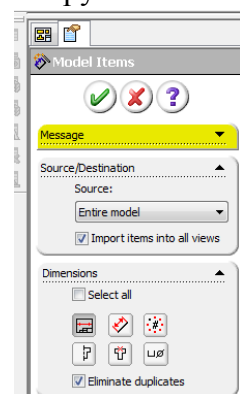

Рис. 8.3.16
11. Перейдіть на панель інструментів **АННОТАЦИИ (Annotation)** і запустіть інструмент  **ЭЛЕМЕНТЫ МОДЕЛИ (Model Items)**. У відкритшомуся вікні **МЕНЕДЖЕРА СВОЙСТВ (Property Manager)** виберіть як джерело **ВСЯ МОДЕЛЬ**, а в наступному знизу вікні **РАЗМЕРЫ (Dimension)** оберіть пункт **ПОМЕЧЕННЫЕ ДЛЯ ЧЕРТЕЖА (Marked for Drawing)** (рис. 8.3.16). Далі імпортуйте розміри, після чого розмістіть їх зручним чином на кресленні (рис. 8.3.17). Імпортовані розміри є управляючими, якщо вони не були керованими в ескизах. Змінюючи дані розміри можна змінювати геометрію моделі